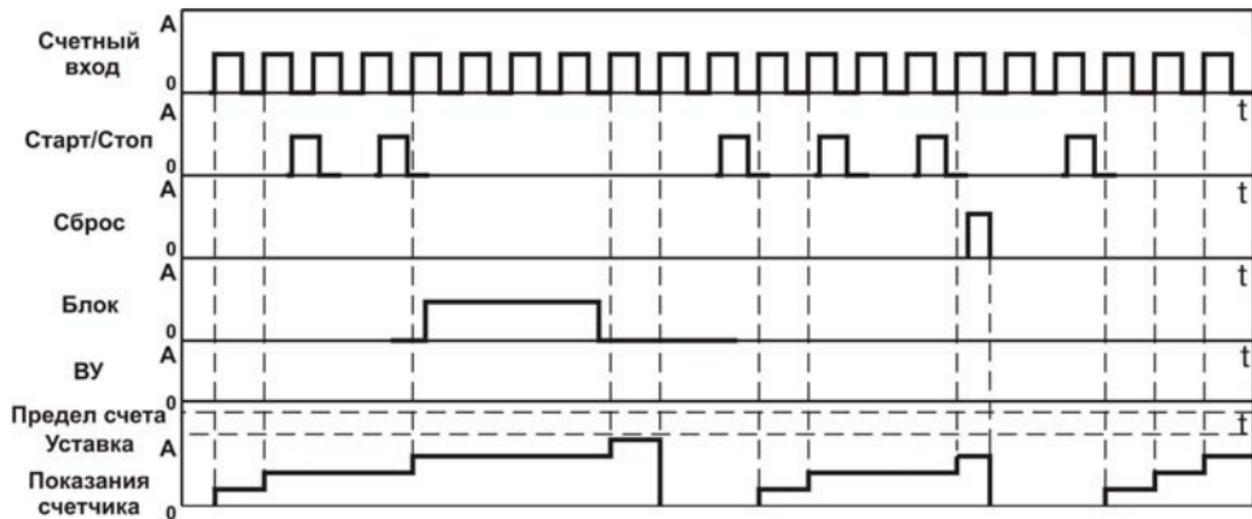

Рисунок 3.9
- тип работы по сигналу «Сброс» – «Сбросить счетчик и ждать сигнала «Старт» ( $rSt = StOP$ ) (рисунок 3.9).